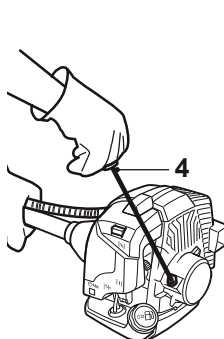

Fig. 19
- > Immobilisez l'appareil et tirez d'un coup sec sur la poignée du lanceur à rappel [4]; recommencez jusqu'à ce que le moteur démarre (Fig. 19).